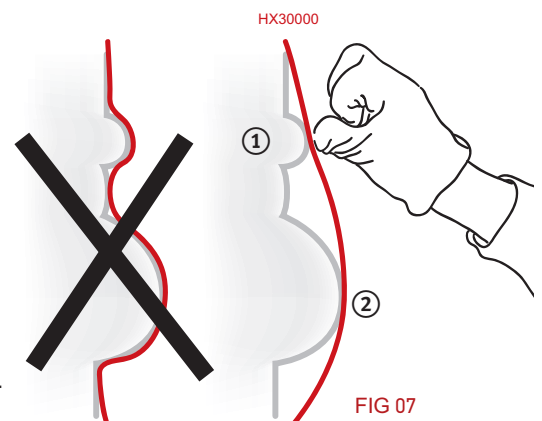

FIG 07
#### 4.2.1 Kerge lainetus „venitatud paigaldus“ (FIG 07)
- Paigaldage kile pinnale nii et puutub vaid tasapinnast kõrgemal olevaid punkte. (FIG 07 1 - 2)